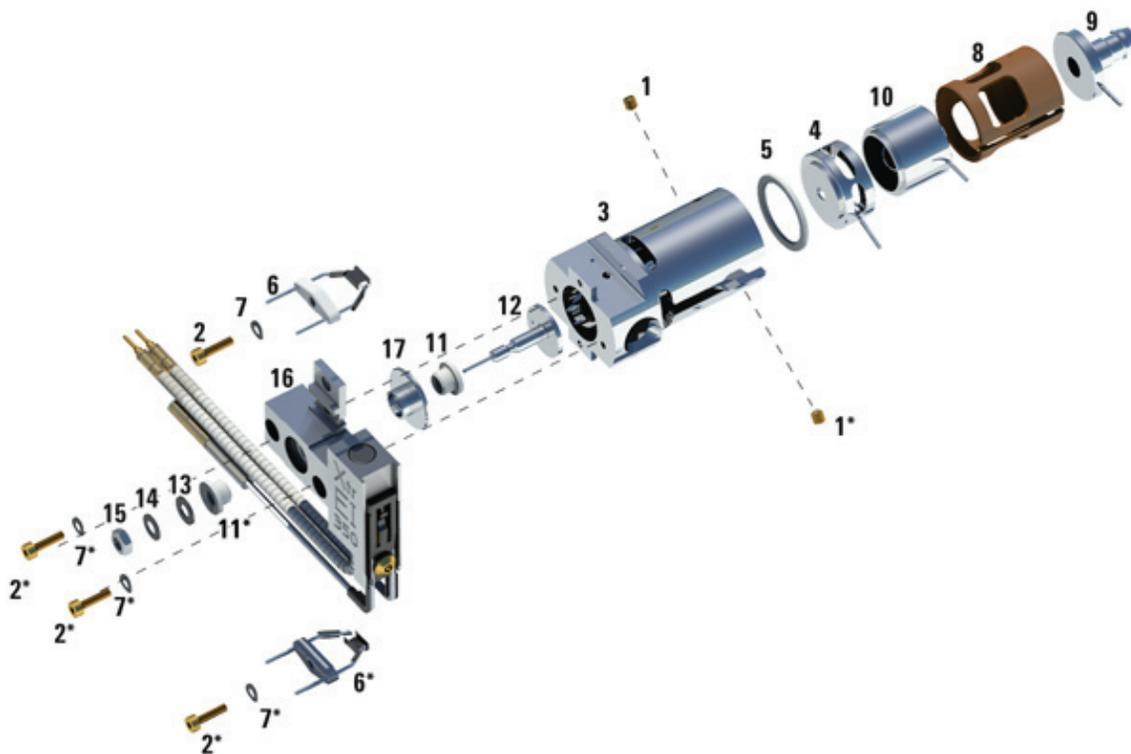

Figura 54. Desmontaje de la fuente EI HydroInert
Consulte el plano de despiece y la lista de piezas de la fuente HydroInert a la hora de llevar a cabo este procedimiento. (Consulte la **Figura 54** y la **Tabla 18** en la página 195).
- 3 Separe el conjunto del calentador de la fuente del cuerpo de la fuente; para ello, quite los dos tornillos. El conjunto del calentador de la fuente incluye el calentador de la fuente, el repulsor y las piezas relacionadas. (Consulte la **Figura 54** y la **Tabla 18** en la página 195).
- 4 Desmonte el conjunto del repulsor; para ello, separe la tuerca del repulsor, las arandelas, los aislantes cerámicos y el repulsor. (Consulte la **Figura 54** en la página 195).
- 6 Extraiga las lentes del cuerpo de la fuente y separe el aislante de las lentes, la lente de enfoque iónico, la lente extractora, el aislante de la lente extractora y la lente de entrada alargada. (Consulte la **Figura 54** en la página 195).
Tabla 18 Lista de piezas de la fuente EI HydroInert (Figura 54)
Tabla 18 Lista de piezas de la fuente El Hydrolnert (Figura 54) (continuación)